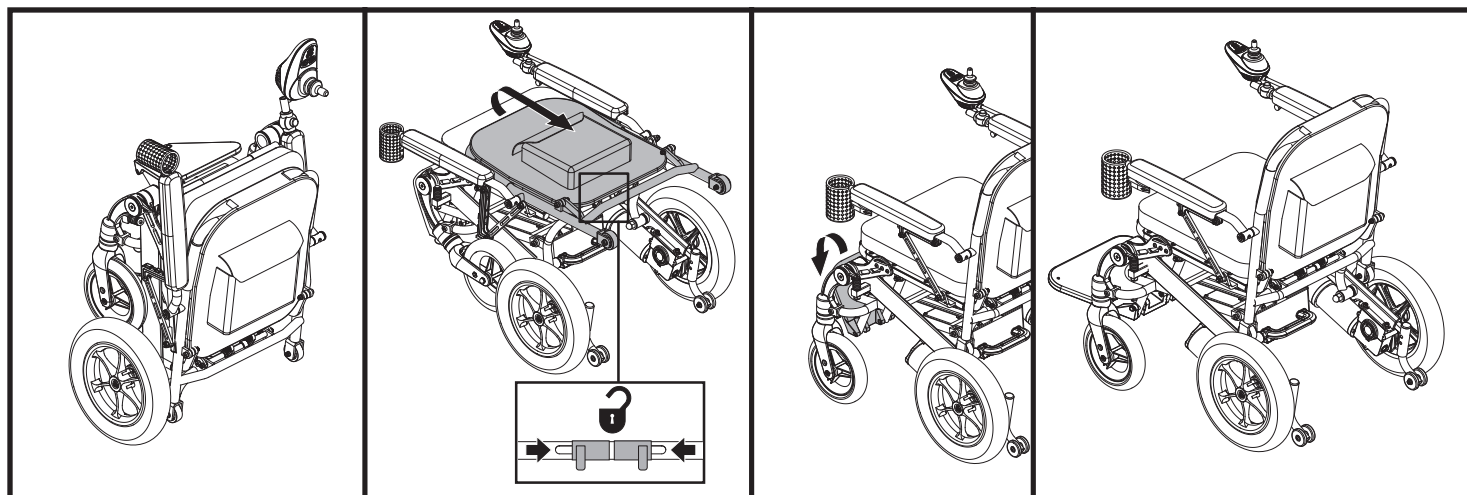

Figura 8. Desplegar el Jazzy® Passport
2. Coloque una mano sobre la parte superior del respaldo y júela hacia abajo mientras aprieta los pasadores del mecanismo de bloqueo a la vez. **Vea la figura 8.**